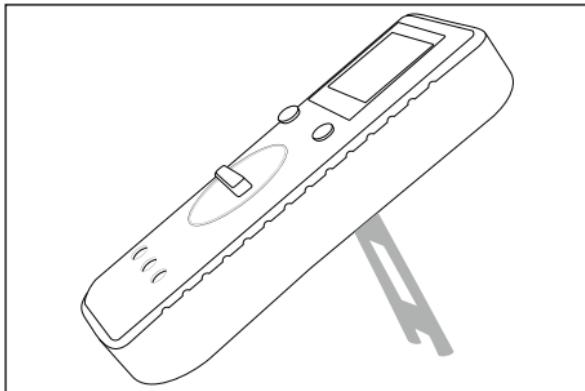

Fig. 4
- ◆ For at stille produktet op skal du klappe støtten på bagsiden af produktet ud (se fig. 4).